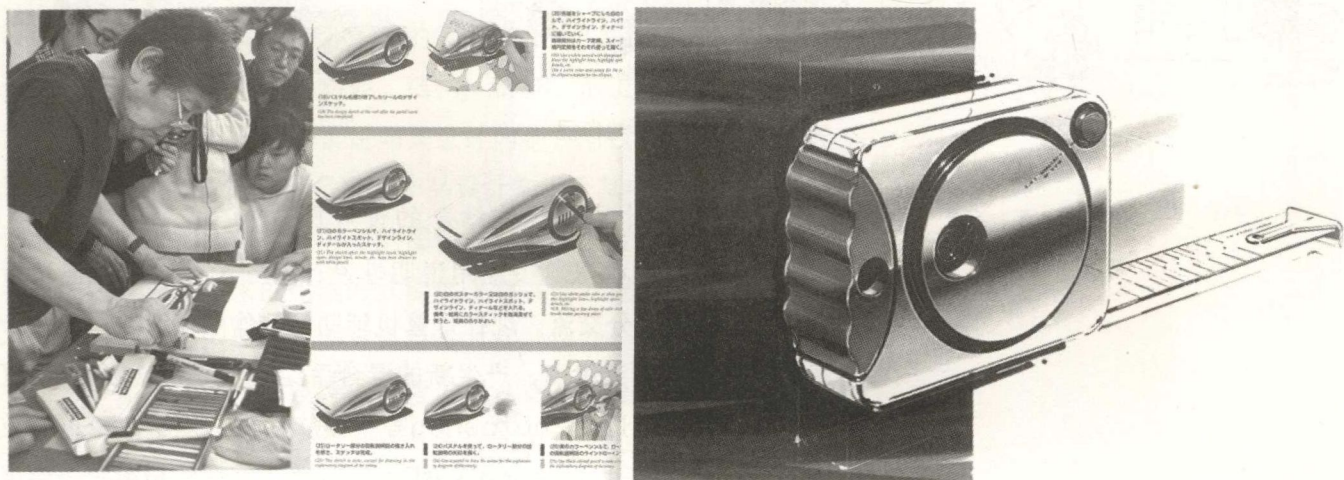

图1-2 清水吉治手绘作品
(2) 马克笔、色粉干画法。相对于水粉画法、喷笔画法，利用马克笔、色粉，作图过程不加入水，作图速度大大提高，也可作出精细的产品手绘效果图。这方面的代表人物是：日本的清水吉治。他应用马克笔、色粉、尺规作图，开创了新的绘图方法。作图时，先画好产品线图底稿，再用尺规（直尺、曲线板、圆板、椭圆板等）规范作出精致的线图，进而着色，修整。如图1-2所示。